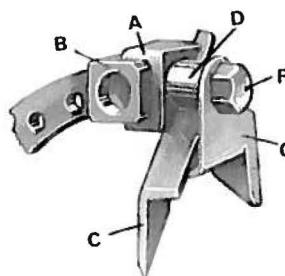

fig. 14
10. Montaggio del coltello superiore (fig. 14):
2. sbloccare la vite F (fig. 14);
3. spingere verso destra o verso sinistra il supporto A del coltello superiore (fig. 14) per ottenere l'altezza di costa voluta.
4. bloccare la vite F (fig. 14);